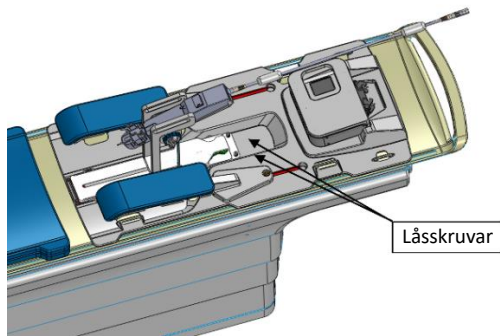
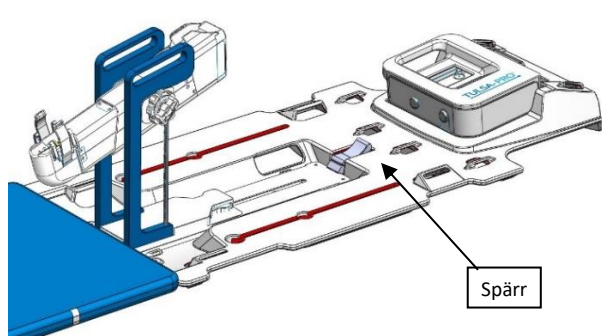

Bild 29: Positioneringssystem och gränssnittsbox på basplattan
Bild 30: Positioneringssystem och gränssnittsbox på en basplatta med spärr
3. MR-tekniker: Fäst positioneringssystemet vid basplattan med de medföljande låsskruvarna (Bild 29). Om basplattan har en spärr ska positioneringssystemet säkras genom att spärren stängs (Bild 30).